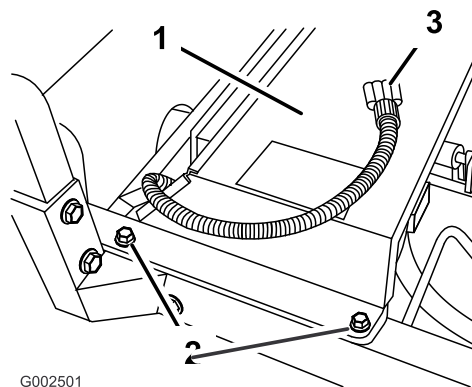

図 19
- 2. ラジエターの上からラジエターカバーを取り付ける（図 19）。